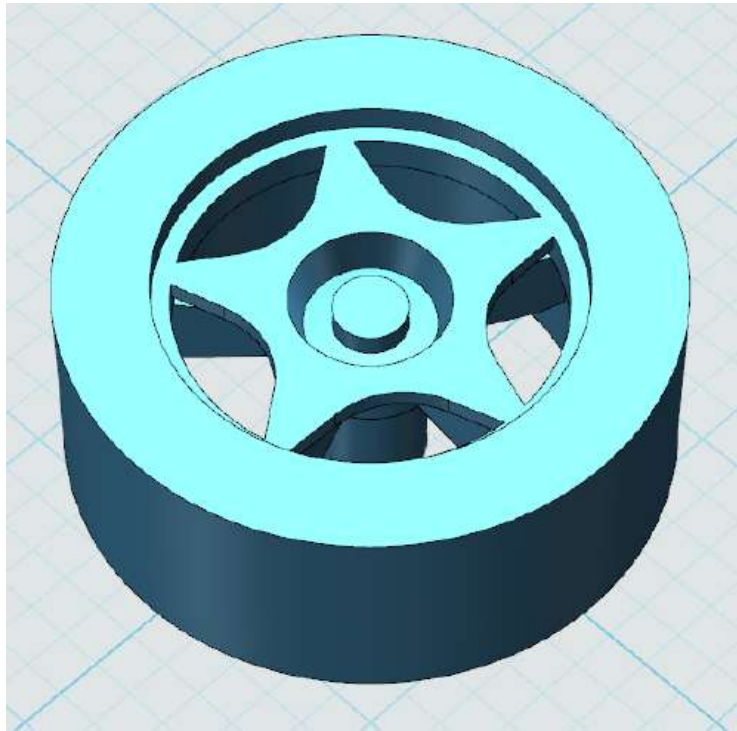

图 16-38
10. 点击绘制好的草图，选择拉伸减运算命令，高度为 50。完成后如图 16-38 所示。